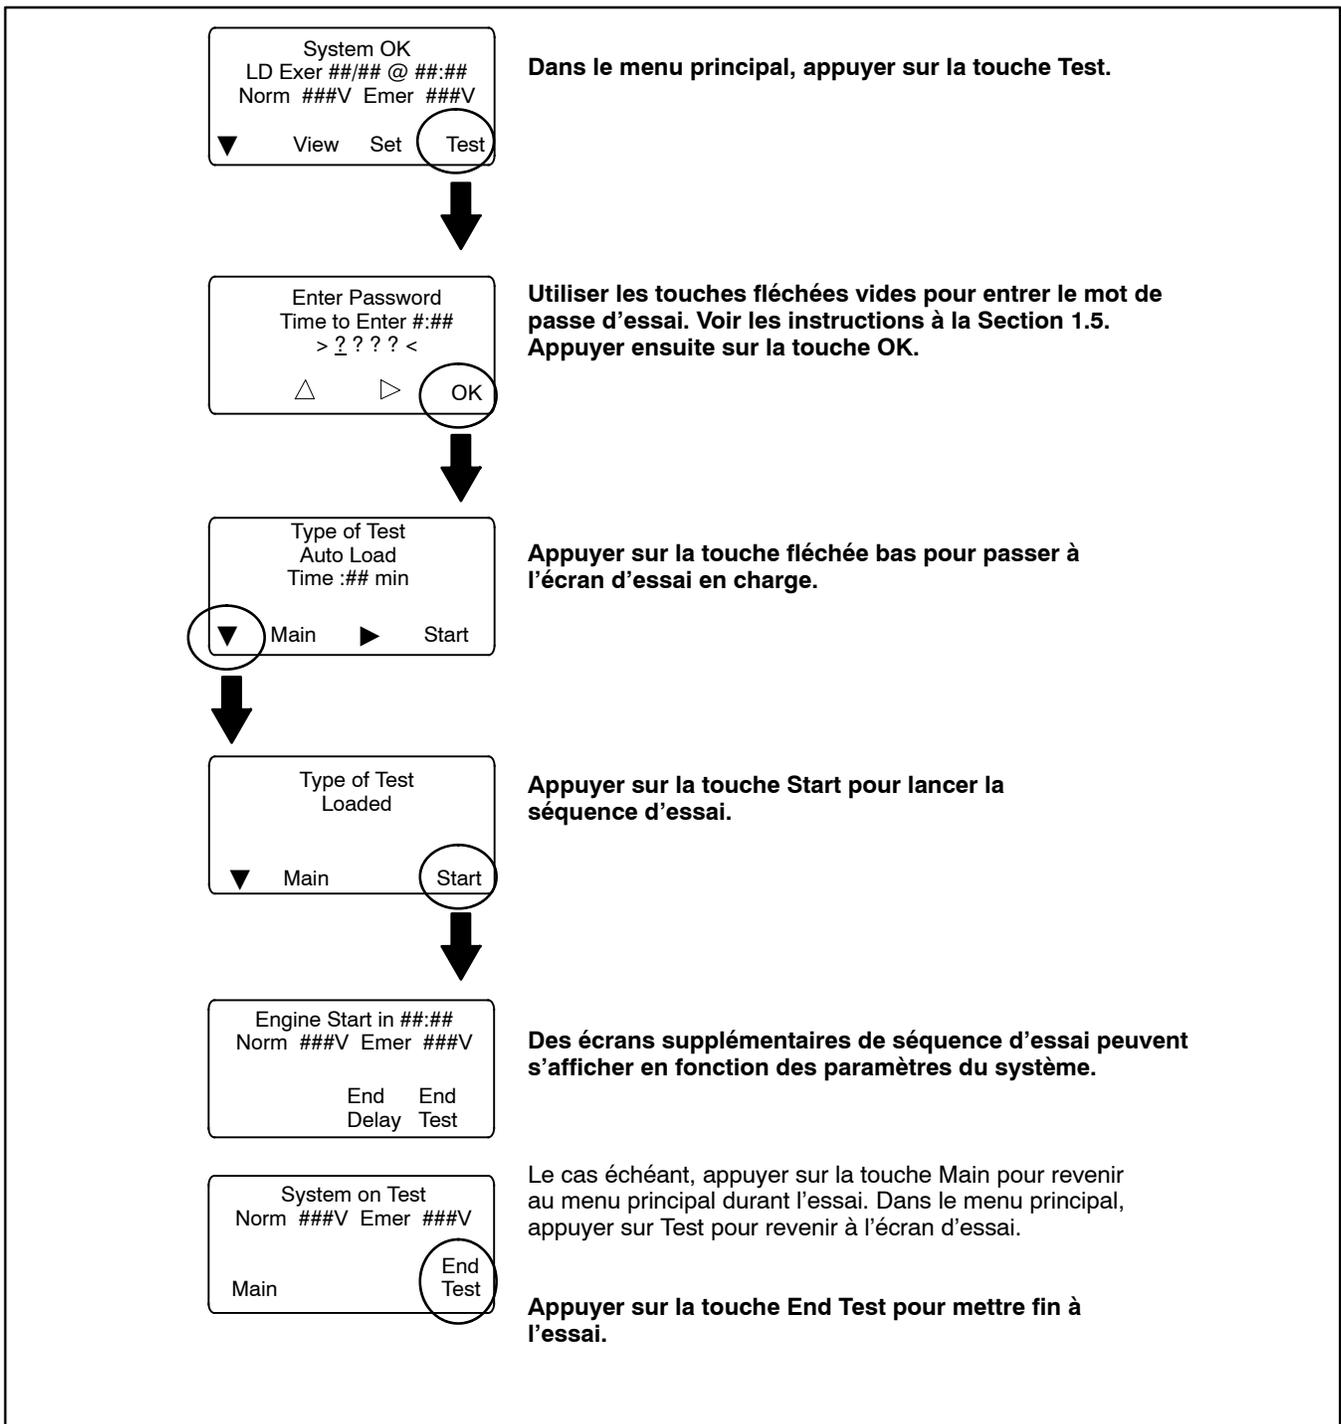

Figure 1-17 Démarrer et arrêter l'essai de fonctionnement automatique
3. Voir Figure 1-17. Depuis le menu principal, appuyer sur la touche Test. Entrer le mot de passe d'essai à l'invite puis appuyer sur OK.